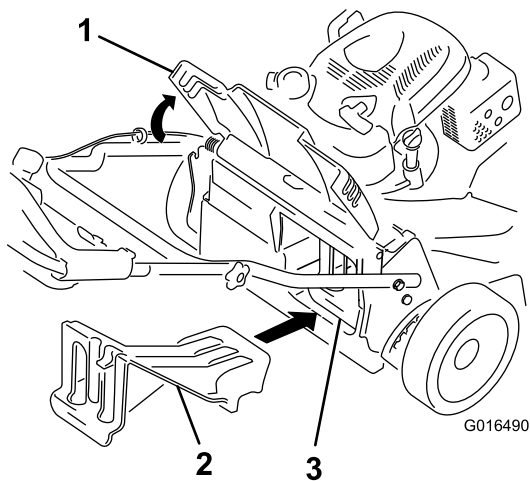

Bild 25
- Wenn die Heckauswurfklappe nicht eingesetzt ist, fassen Sie sie am Griff an, heben die Heckklappe an und setzen sie in den Heckauswurfkanal ein, bis der Riegel arretiert, siehe \(Bild 25\).
**Wichtig:** Stellen Sie sicher, dass die Heckauswurfklappe eingesetzt ist, bevor Sie den Rasenmäher als Recycler einsetzen (Bild 25).